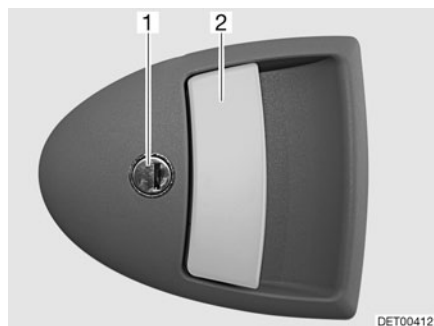

Fig. 22 Serrure de la porte, à l'extérieur
- Insérer la clé dans le barillet (Fig. 22,1) et la tourner dans le sens des aiguilles d'une montre jusqu'à ce que la serrure de la porte soit déverrouillée.
- Tirer sur la poignée de la porte (Fig. 22,2). La porte est ouverte.
- Insérer la clé dans le barillet (Fig. 22,1) et la tourner dans le sens inverse des aiguilles d'une montre jusqu'à ce que la serrure de la porte soit verrouillée.